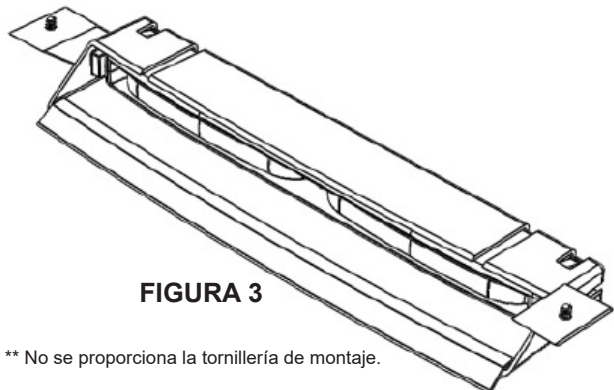

FIGURA 3
9. Inserte los tornillos suministrados en el mecanismo de bloqueo del cabezal de luz como se muestra en la figura 3. Esto mantendrá los soportes en su posición y el cabezal de luz en el ángulo deseado.